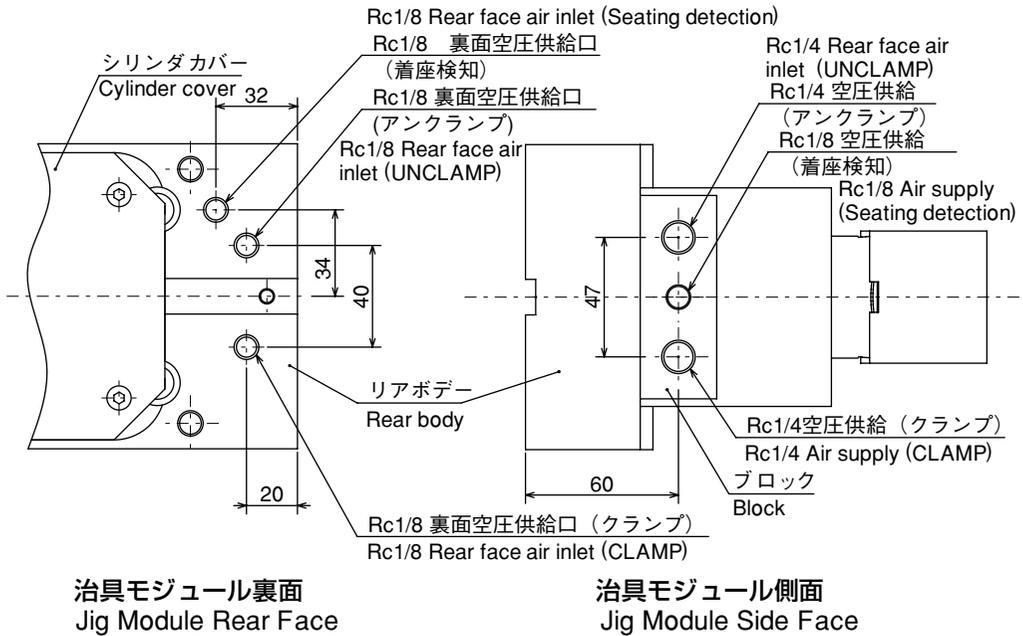
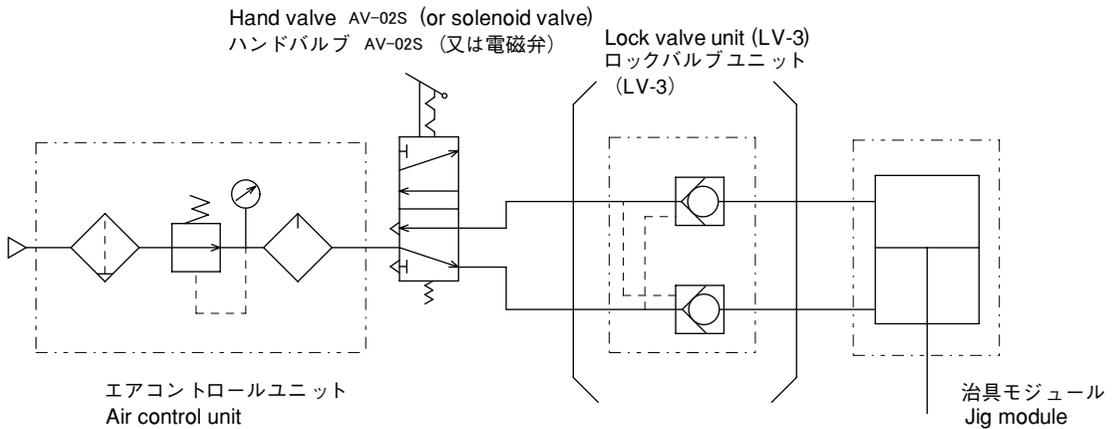

Fig.4-4 空圧回路図 Air Circuit Diagram
Fig.4-5 空圧配管図 Air Piping Diagram
(1) 配管方法
- ①エアコントロールユニットは、できるだけ治具モジュールの近くに取付けて下さい。
- ②配管内の塵埃は完全に除去して配管して下さい。塵埃が混入すると、エア漏れの原因となります。
- ③電磁弁使用の場合は必ず無通電時、把握する回路に配管して下さい。
- ④ルブリケータのオイル量(粘度ISO VG32相当品)を適正な量にして下さい。オイルがなくなるとシリンダ摺動面のOリングがねじれエア漏れの原因となります。
- ⑤Fig.4-4のように空圧供給はブロックの空圧供給口から行います。(詳細寸法はFig.1-1. 外形図を参照して下さい)
- ⑥空圧配管図の一例をFig.4-5に示します。
- ①Mount the air control unit to the jig module as near as possible.
- ②Remove dust in the pipes completely before piping. If the dust is mixed into the air, an air leakage will be caused.
- ③When the solenoid valve is used, route the clamping circuit with power source turned off.
- ④Keep the oil volume (equivalent to viscosity ISO VG32) of lubricator adequately. If oil is shortened, O-ring is twisted on the cylinder slide way, thus causing air leakage.
- ⑤Supply air from the air inlet of block as shown Fig. 4-4. (For detailed dimensions, refer to Fig. 1-1 Outline View).
- ⑥A sample of air piping drawing is shown in Fig. 4-5.